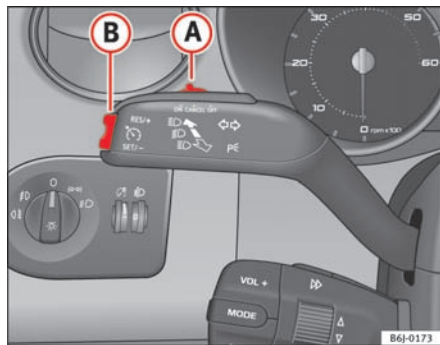

Fig. 113 Blink- og fjern-lysarm: kontakt og vippeknop til fartpilot
- Tryk på den øverste del af vippeknappen **RES** ⇒ fig. 113 **(B)** for at øge hastigheden. Når du holder vippeknappen inde, accelererer bilen. Når du slipper vippeknappen, bliver den nye hastighed gemt.
Når du reducerer den gemte hastighed ved at træde på bremsepedalen, bliver fartpiloten deaktiveret. Ved at trykke en enkelt gang på den øverste del af vippeknappen **RES+** ⇒ fig. 113 **(B)** kan du aktivere fartpiloten igen.